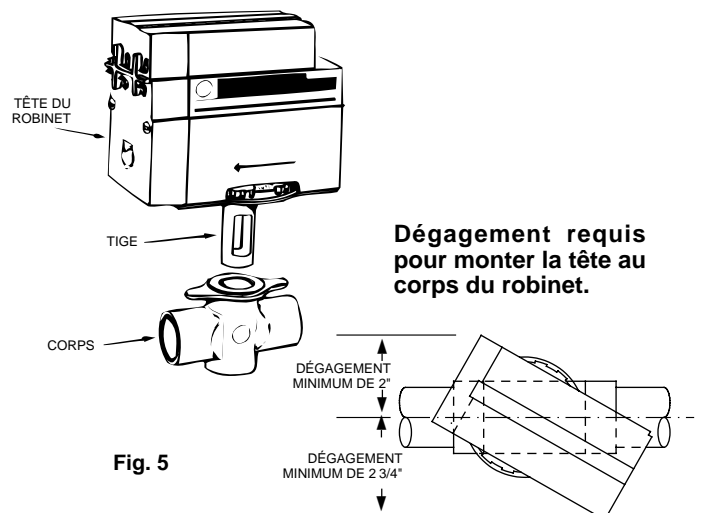

Fig. 5
- Vous pouvez maintenant monter la tête au corps du robinet. Orientez la tête du robinet de la façon illustrée à la figure 5, puis insérez la tige dans le passage du robinet. Enfoncez et tournez la tête du robinet jusqu'à ce qu'elle s'engage sur le corps.